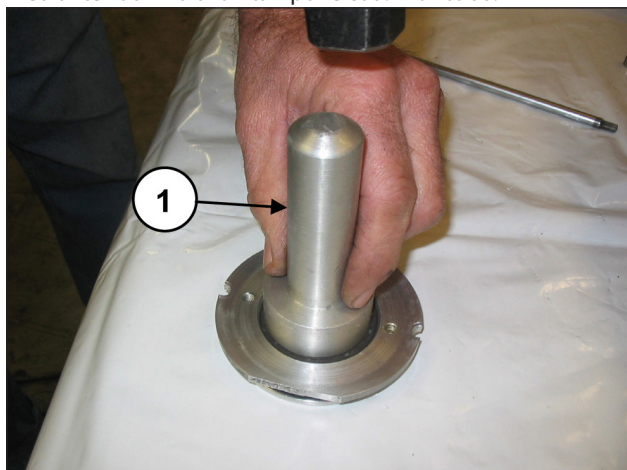

Fig. 129
Montare il paraolio nel coperchio paraolio (pos. ①, Fig. 129) mediante l'utilizzo di un tampone cod. 27910900.